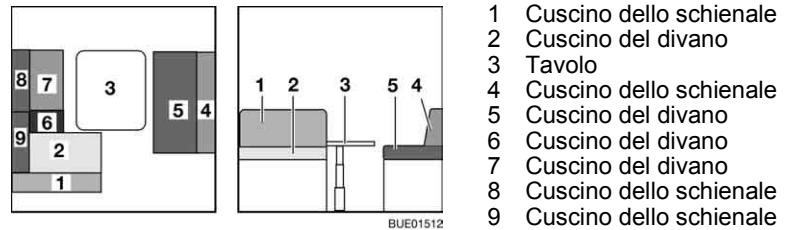

Fig. 149 Prima della trasformazione
- Trasformare il tavolo (Fig. 149,3) in struttura di supporto letto (vedi paragrafo 6.11).
- Rimuovere i cuscini dello schienale (Fig. 149,1 e 8) e riporli.